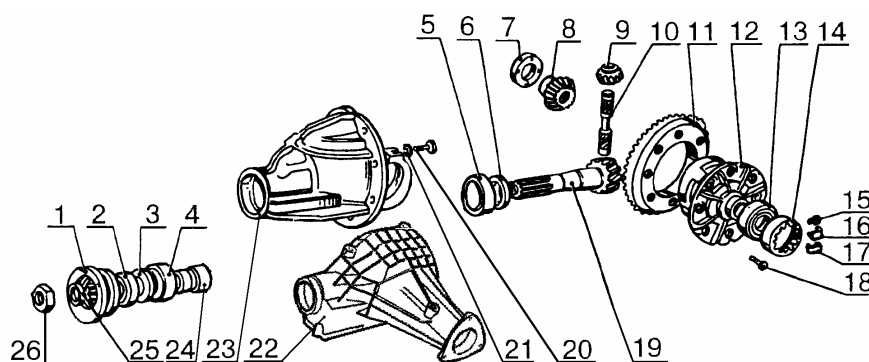

Рис.2. Детали редукторов.
- отвернуть болты 15, рис.2, крепления стопорных пластин 16 или 17, снять стопорные пластины (головка торцовая 10, вороток);